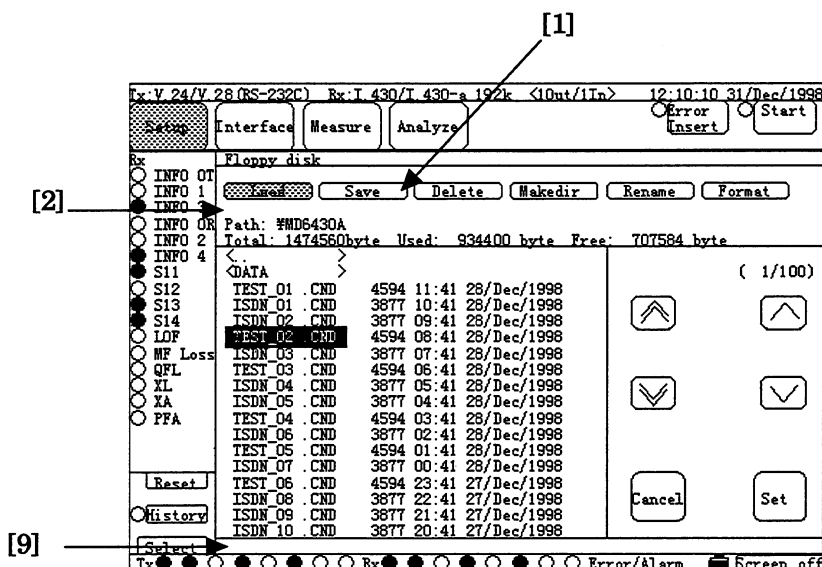

図 6.4-1 Setup:Floppy disk 画面
3. "Save"ボタン(図 6.4-1,[1])を押します。
4. 機能表示部(図 6.4-1,[2])に "Save"が表示され、FD 保存選択ウインドウが開きます。
7. メッセージ表示部(図 6.4-1,[9])から「Now executing...」の表示が消えると、キャラクターデータの保存が完了します。
●メッセージ表示部(図 6.4-1,[9])に「Now executing...」が表示されている間は、フロッピーディスクを取り出さないでください。フロッピーディスクが破損します。